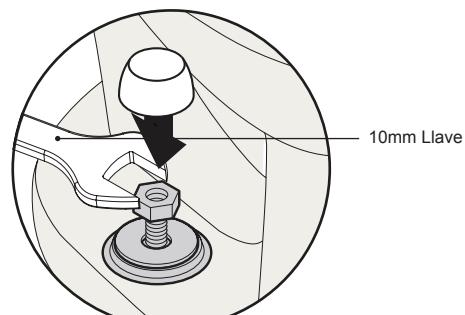

Figura 7
- Una vez que la tuerca se ha roscada en el T-perno, utilice una llave de 10 mm para apretar la tuerca tazón (Figura 7).